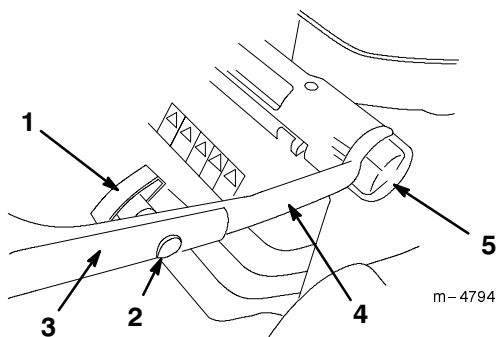

Figure 2
3. Monter le mancheron supérieur sur le mancheron inférieur à l'aide des boulons à tête ovale et des boutons, comme illustré à la Figure 2. **Serrer solidement les boutons.**
La hauteur du mancheron peut être réglée dans trois positions: haute, moyenne et basse (Fig. 2). Choisir la position la plus confortable pour l'utilisateur.